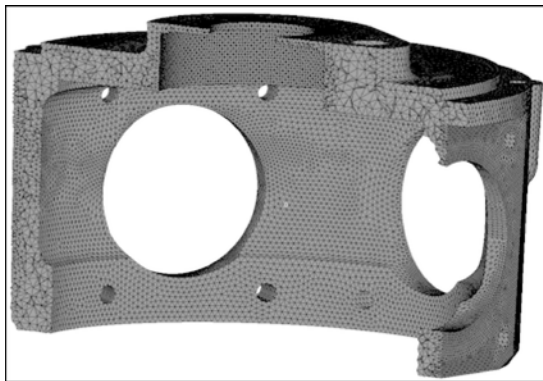

图 5-132 Tetramesh 结果
(6) 单击 Mask (🔒) 按钮。
(7) 通过鼠标左键+〈Shift〉键的方式，任意选取模型中的部分单元，并将其隐藏。
(8) 观察模型内部的单元形态，如图 5-132 所示。